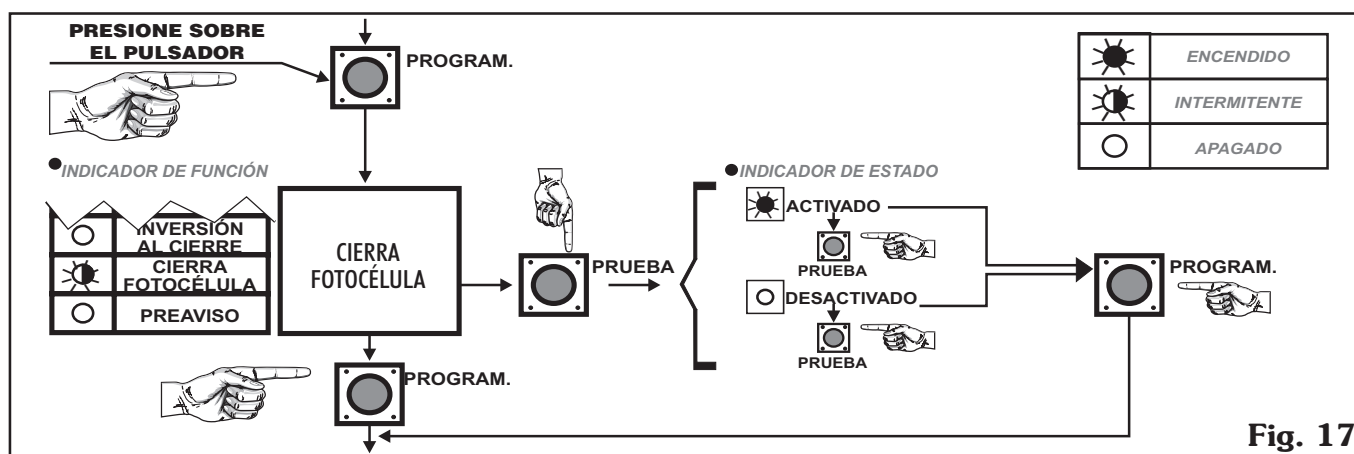

Fig. 17
3.5.1. Presione sobre la tecla **PROGRAM** hasta que el indicador de función **CIERRA FOTOCÉLULA** se encienda intermitentemente (fig. 17).